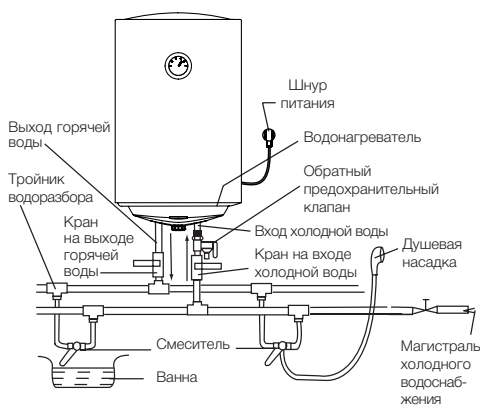

Рис. 6
5. Если необходимо реализовать многоканальную систему водоснабжения, используйте способ соединения (см. рис. 6).